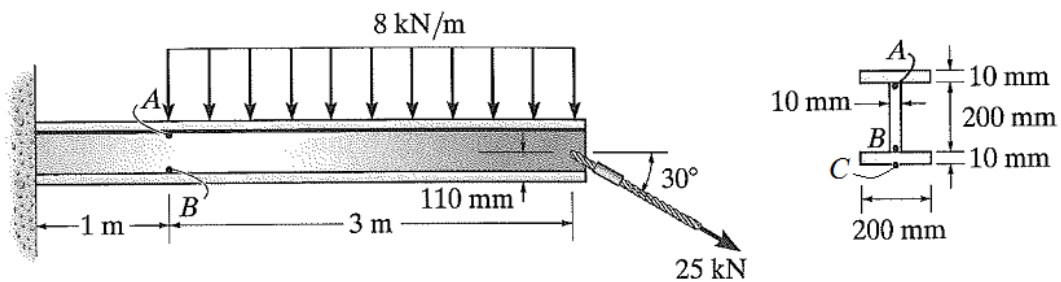

Figura 8
12. Uma viga engastada e livre está sujeita às cargas mostradas na Figura 8. Determine as tensões principais nos pontos A, B e C. Esboce, também, os círculos de Mohr para cada um destes pontos.